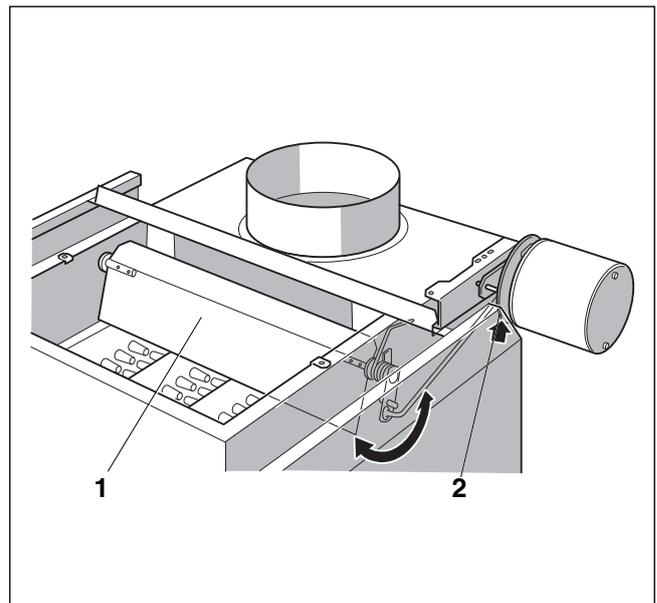

Рис. 31 Запорный клапан дымовых газов в положении "Закрыто"
- ▶ При запросе на покрытие тепловой нагрузки запорный клапан дымовых газов (→ рис. 31, [1]) должен переходить в положение "Открыто". Проверьте это по движению рычажка (→ рис. 31, [2]). Только когда полностью будет достигнуто положение "Открыто", можно включить газовую горелку.